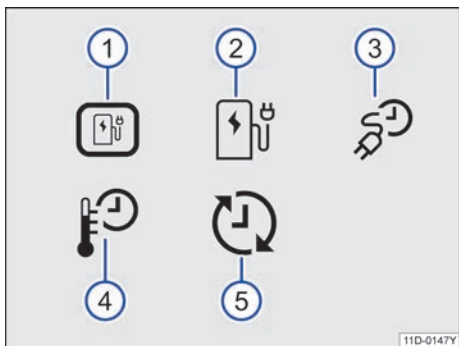

图 142 充电设置中的图标
- 点击信息娱乐系统中的功能按键 → 图 142① 充电或Ⓞ充电地点 → 第 22 页。
→ 图 142②用于下一个充电过程的充电菜单 → 第 144 页。
- 图 142  在某个出发时间完成充电已激活。
- 图 142  在某个出发时间完成空调已激活。
- 图 142  定期使用出发时间。